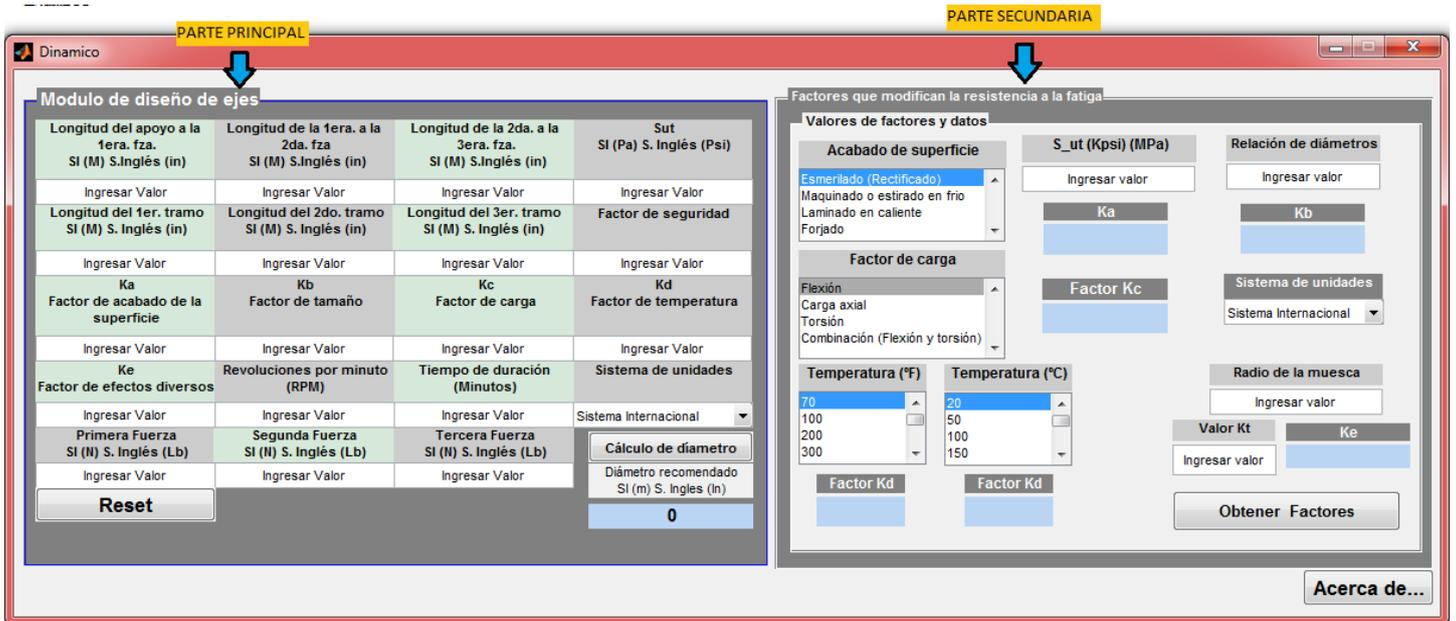

Fig. 4 Programa principal "Módulo de diseño de ejes, parte secundaria "Factores que modifican la resistencia a la fatiga"
4. Cuando el archivo es corrido nos lleva a la ventana con el nombre del programa, en este caso Dinámico y notaremos que dicho programa se encuentra dividido en dos partes, la parte principal con el tema de "Módulo de diseño de ejes" y una parte secundaria con el tema de "Factores que modifican la resistencia a la fatiga". (Ver Fig. 4)
7. Del mismo modo en el programa secundario se realizan solicitudes de datos en recuadros citando la frase “ingresar valor” o seleccionando una opción de un menú otorgado. Es importante mencionar que el programa secundario trabaja con un rango de 50-240 (Kpsi) en el Sistema inglés y con un rango de 200-1655 (MPa) en Sistema Internacional. Además de que la entrada en esta, es en Kpsi y MPa a diferencia del principal que sus entradas son en Psi y Pa en la Fig. 4 podemos apreciar esto de una manera más adecuada.